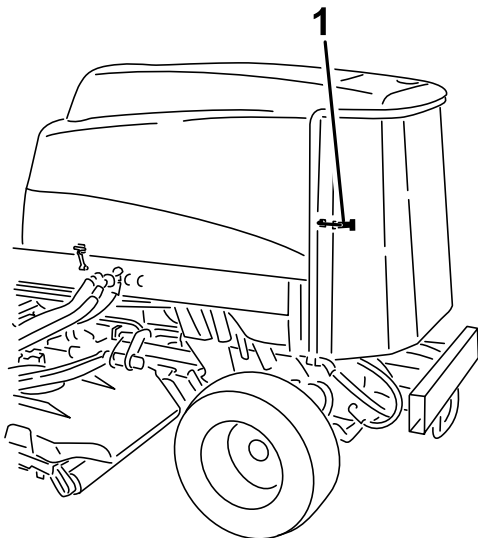

Рисунок 91
1. Откройте защелку и откиньте заднюю решетку (Рисунок 91).